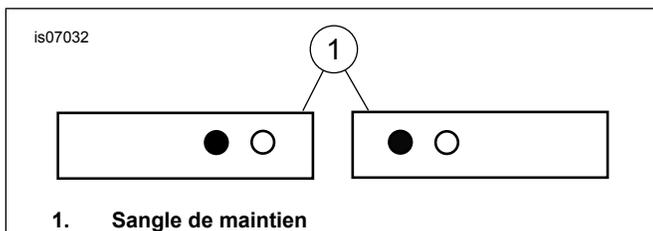
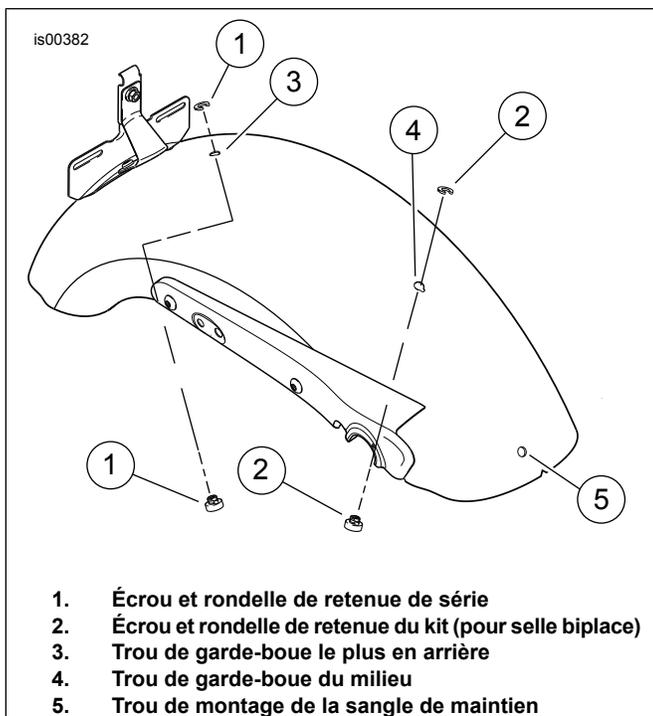
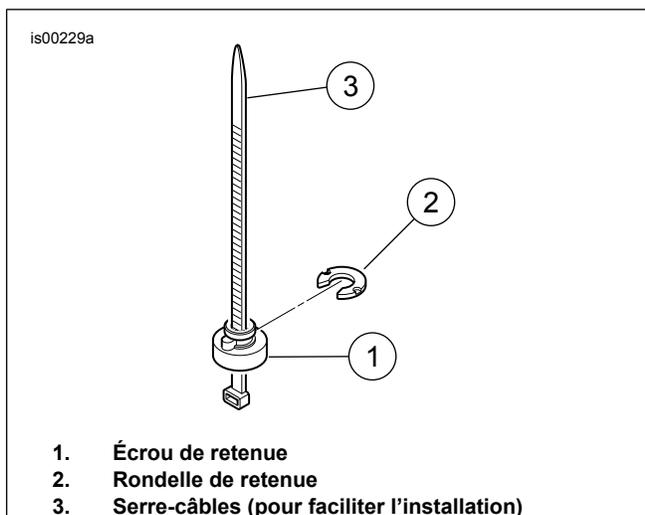
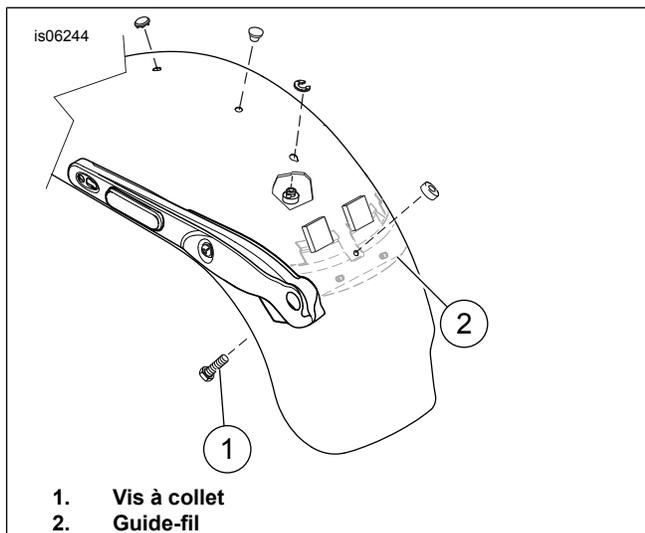

Figure 1. Installation du trou de montage de sangle de maintien
Figure 2. Emplacement de l'écrou de retenue
Figure 3. Installer l'écrou de retenue
Figure 4. Installation de sangle de maintien – modèles FXDWG
3. Voir Figure 1 pour des informations sur les trous dans lesquels il faut installer la sangle de maintien (utiliser le trou indiqué en noir sur l'illustration). Installer la nouvelle sangle de maintien sur la moto là où l'ancienne sangle avait été enlevée (réutiliser la visserie). Serrer à un couple de 6,78–10,17 N·m (60–90 in-lbs). **Pour les modèles FXDWG de 2010 et plus récents :** Voir Figure 4. Vérifier que la tête de la vis à collet (1) est dégagée du guide-fil (2) et installée contre le garde-boue.
2. Voir Figure 2. Retirer le capuchon en plastique du trou de garde-boue le plus en arrière (3).
4. Voir Figure 3. Un serre-câbles peut être utilisé pour faciliter la dépose et l'installation de l'écrou et la rondelle de retenue. Placer l'écrou de retenue (1) sur le serre-câbles (3) pour que l'extrémité large de l'écrou repose sur l'œil du serre-câbles. Visser le serre-câbles vers le haut jusqu'au garde-boue et à travers le trou de garde-boue le plus en arrière. Tirer le serre-câbles vers le haut pour immobiliser l'écrou contre le dessous du garde-boue.
5. Avec l'arête de l'écrou de retenue installée dans l'encoche du trou de garde-boue, glisser la rondelle de retenue (2) en position à partir de l'arrière. Ceci bloque l'écrou de retenue en position. Enlever le serre-câbles.
7. Installer la vis à collet à partir de l'intérieur du garde-boue dans le trou de montage de sangle de maintien du garde-boue (Figure 2, Élément 5). Attacher la vis avec l'écrou de retenue de selle en plastique. **Pour les modèles FXDWG de 2010 et plus récents :** Voir Figure 4. Vérifier que la tête de la vis à collet (1) est dégagée du guide-fil (2) et installée contre le garde-boue.
8. Installer la nouvelle sangle de passager du kit selon le diagramme dans la Figure 1. Installer la rondelle et l'écrou et serrer l'écrou à un couple de 6,78–10,17 N·m (60–90 in-lbs).